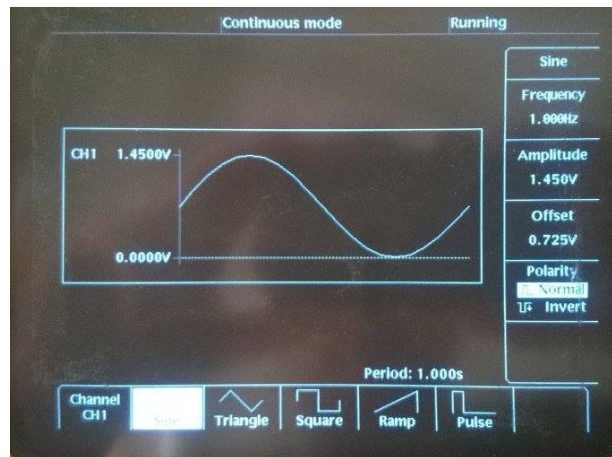
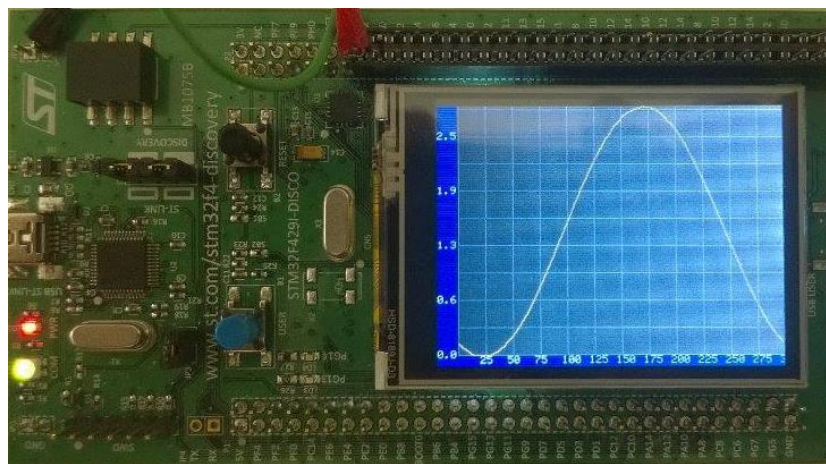

Figura 45: Interfaccia del generatore di funzioni
Figura 46: Seno di ampiezza 2.9V con frequenza di 1Hz
- **Caso 1:** il generatore di funzioni è stato impostato in modo da generare una funzione seno con 1 Hz di frequenza, ampiezza 1.450V ed offset 0.725V (**Figura 45**). Questi parametri di configurazione ipotizzano un'impedenza di ingresso del ricevitore pari a 50Ω e generano, con un'impedenza tendente ad infinito, la forma d'onda seno di ampiezza 2.9V, correttamente rappresentata sull'oscilloscopio realizzato (**Figura 46**). Si noti anche la correttezza della scala.